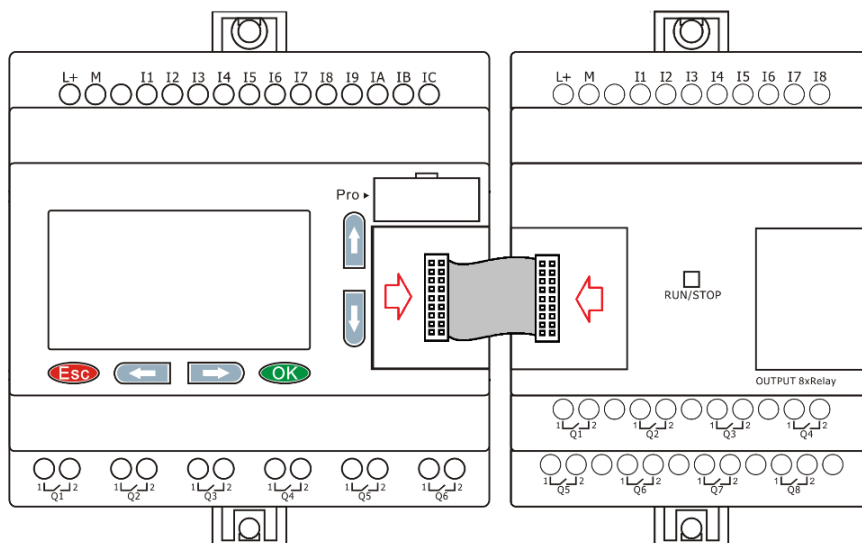

Рисунок 2.50 - Монтаж на поверхность
3. Аналогичным образом закрепите модули расширения справа от модуля ЦПУ и соедините модули при помощи шлейфовой перемычки. Для доступа к соединительным разъемам необходимо открыть пластиковые защитные крышки на соединяемых модулях (рисунок 2.50).